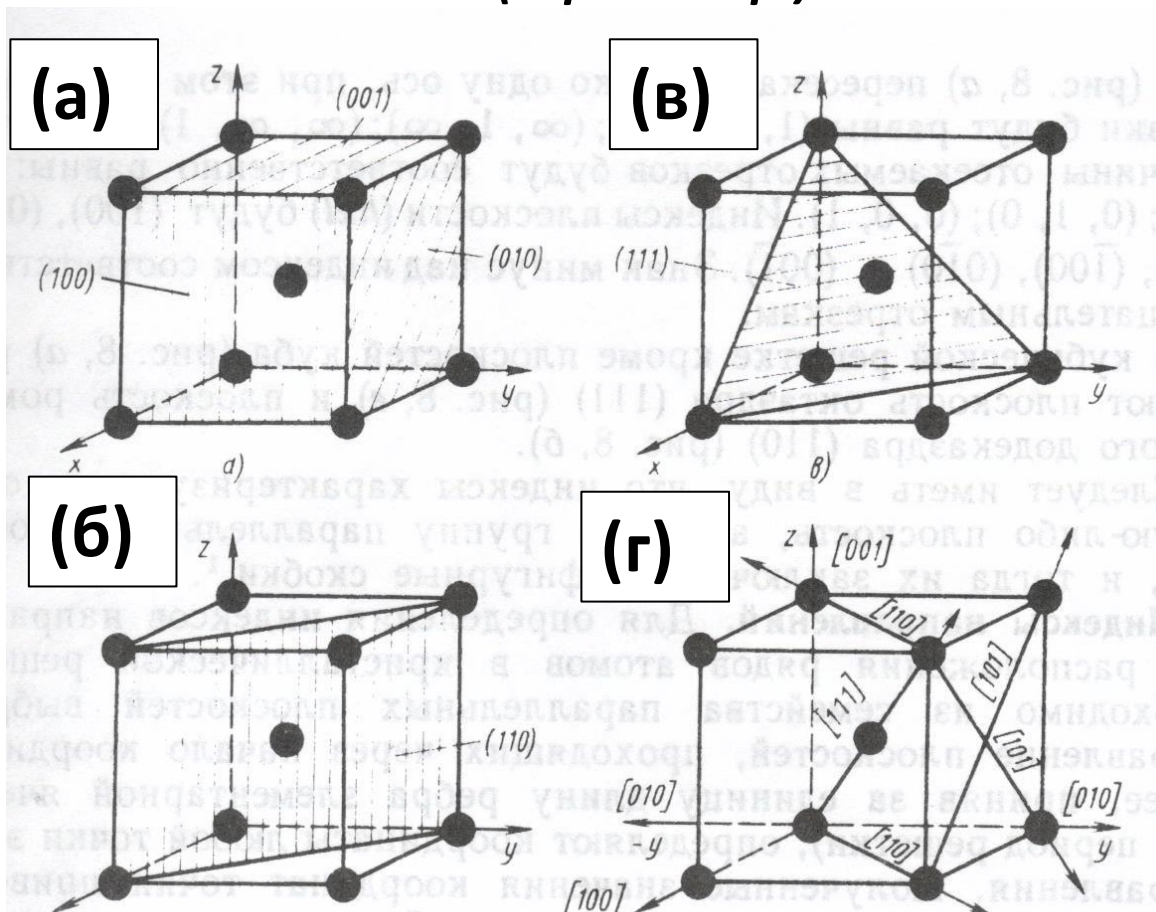

Рис. 9.
Обозначение кристаллографических плоскостей (к рис. 9)
- плоскости куба ((100); (010); (001));
- плоскость октаэдра (111) (рис. 9в);
- плоскость ромбического додекаэдра (110) (рис. 9б).
Индексы направлений в кубической решётке (пример на рис. 9г)